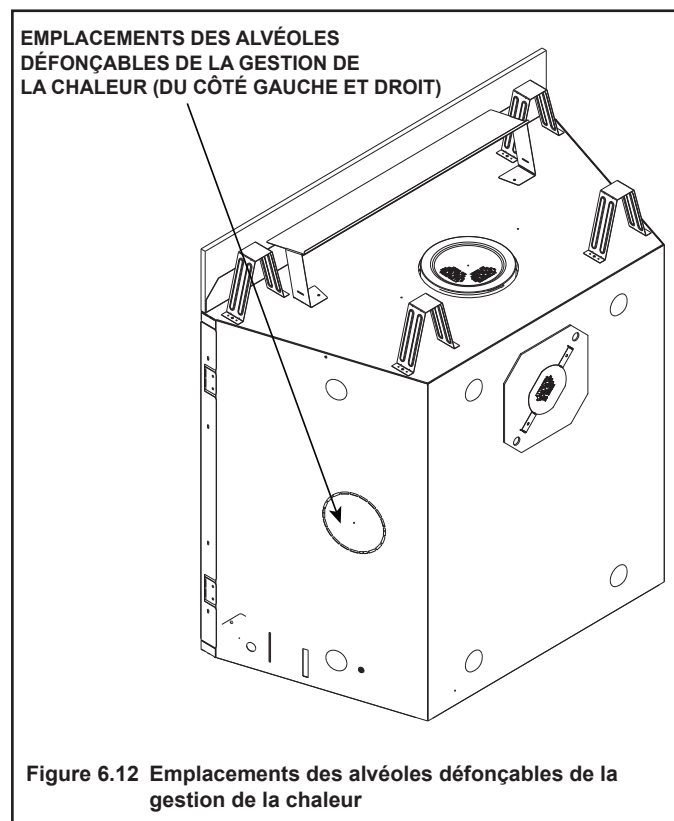

Figure 6.12 Emplacements des alvéoles défonçables de la gestion de la chaleur
- Retirez l'alvéole défonçable du foyer et jetez-la. Voir la figure 6.12.